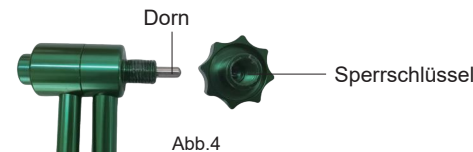

Abb. 4
---Schraubenschlüssel (Abb. 4) abschrauben und Dorn entfernen.